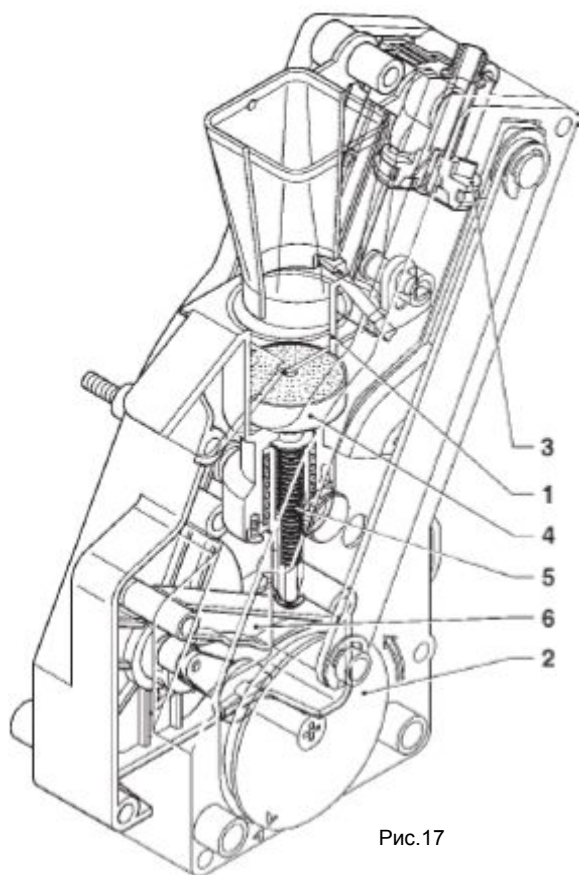
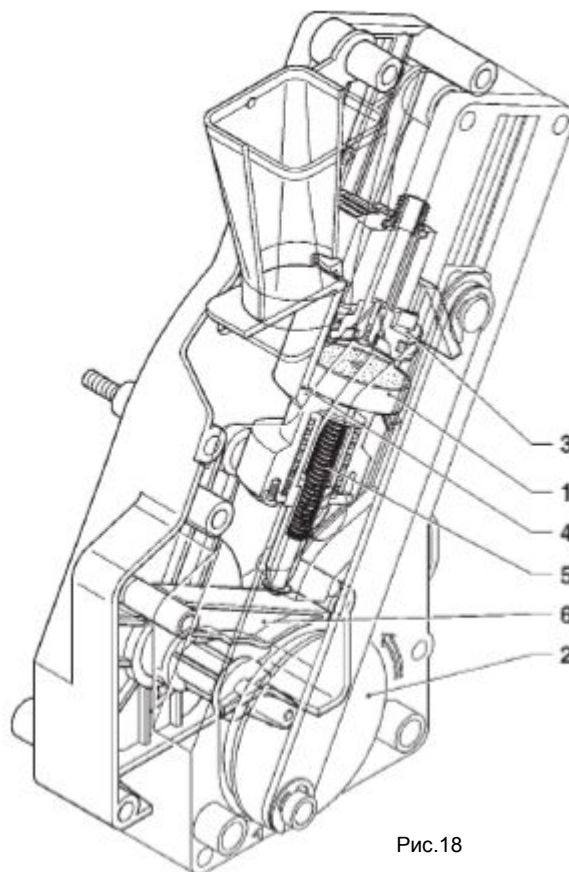

Рис. 17
Рис. 18
При выборе кофе во время работы кофемолки отделение поворачивается на 180° для перемещения камеры варки в вертикальное положение (см. рис. 17).
Кофе падает в вертикально расположенную камеру варки (см. рис. 17). Вал редукторного двигателя, снабженный диском (2), расположенным снаружи узла, поворачивается на 180°, раскачивая камеру для варки и опуская верхний поршень (3) (см. рис. 18).